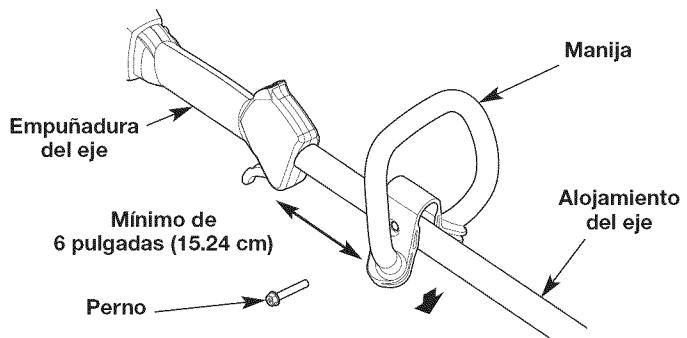

Fig. 3
1. Oprima la manija hacia abajo sobre el alojamiento del eje (Fig. 3). El orificio del perno de la manija debe quedar a la derecha.
2. Inserte el perno en el orificio del perno y oprímalo para que pase a través de él (Fig. 3). Apriete el perno con una llave tubular de 3/8" pero no apriete por completo.
3. Mientras sujetá la unidad en la posición de funcionamiento (Fig. 10), desplace la manija hasta la ubicación que le ofrece el mejor agarre. Ubíquela como mínimo a 6 pulgadas (15.24 cm) del extremo de la empuñadura del eje (Fig. 3).
1. Afloje el perno con una tubular de 3/8" (Fig. 3).
2. Mientras sujetá la unidad en la posición de funcionamiento (Fig. 10), desplace la manija hasta la ubicación que le ofrece el mejor agarre. Ubíquela como mínimo a 6 pulgadas (15.24 cm) del extremo de la empuñadura del eje (Fig. 3).